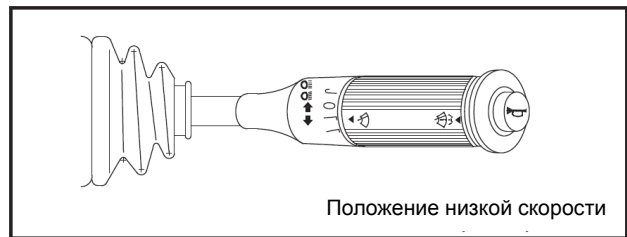

Рис. 15
2. Низкая скорость, как показано на рис. 15: